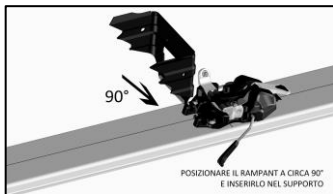

FIGURA 28
- Posizionare il rampant a circa 90° rispetto al piano dello sci e inserirlo delicatamente nella apposita sede ricavata nel supporto SRA, come indicato in **FIGURA 28**.